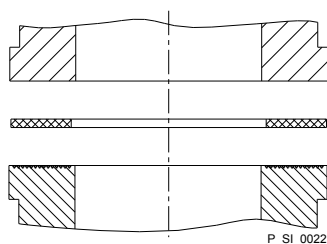

Fig. 16: Junta plana de elastómero con pieza de inserción no acanalada
- Si utiliza una pieza de inserción sin acanalado (por ejemplo, una pieza de otros fabricantes), utilice una junta plana de elastómero (véase Fig. 16).